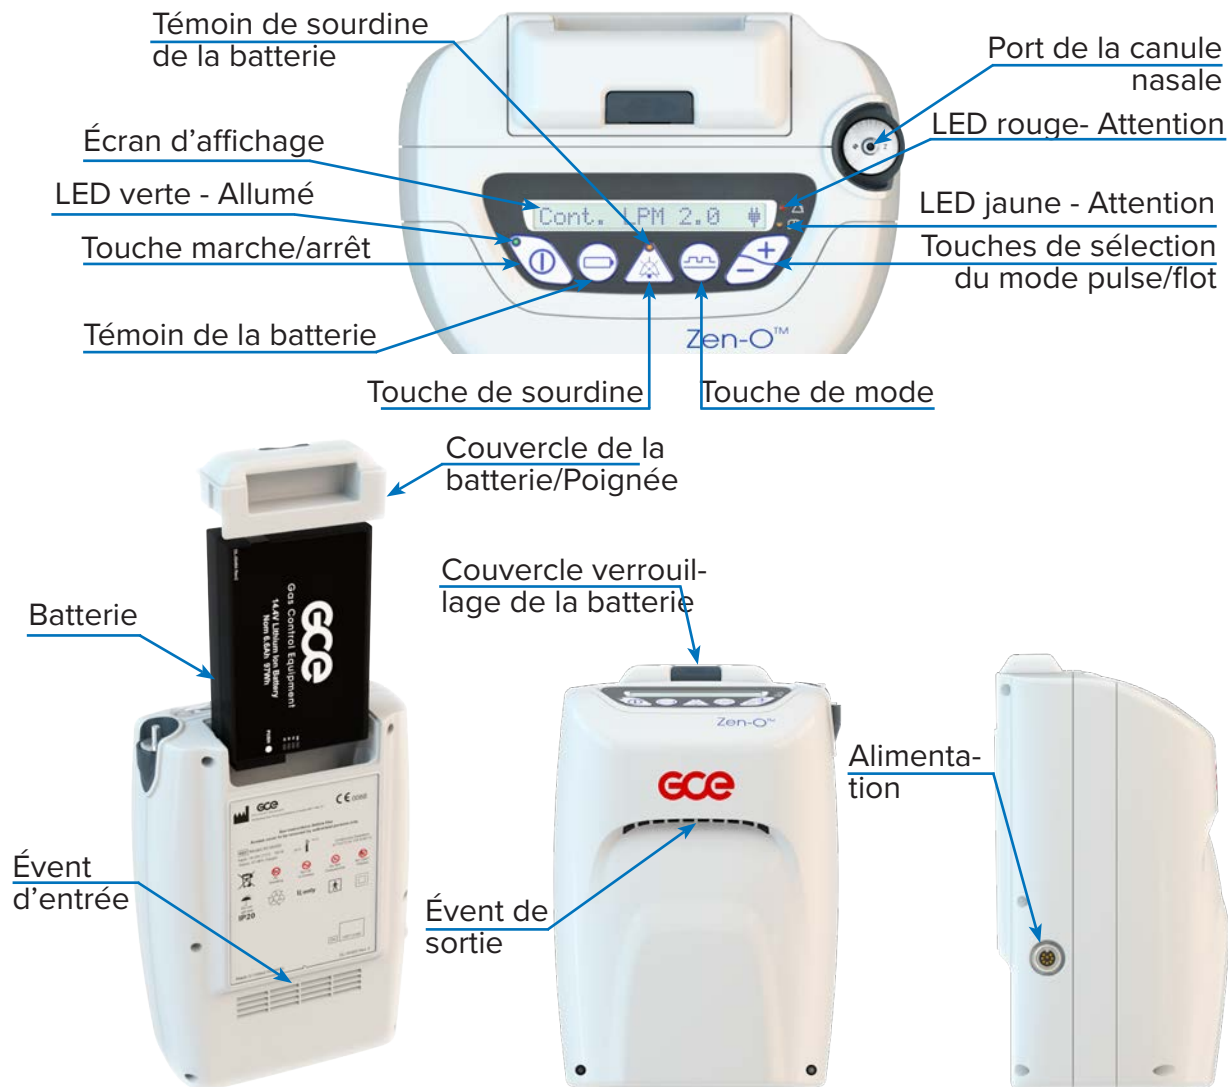

Fig. 1
35. Le dispositif peut être isolé de l'alimentation en débranchant l'alimentation du connecteur d'entrée, voir fig. 1, positionner le dispositif pour faciliter l'accès au connecteur d'entrée d'alimentation.